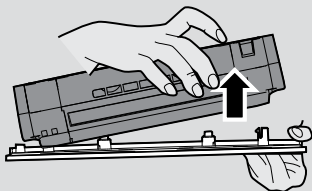

Fig. 15
1. Remova o suporte da mopa e a mopa do depósito de água. [Fig. 15,16]